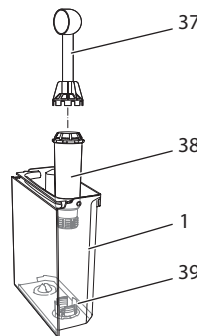

Рис. 16: Завинчивание/отвинчивание фильтра для воды
- Снимите фильтр для воды при поступлении соответствующего запроса от аппарата (см. Рис. 16).